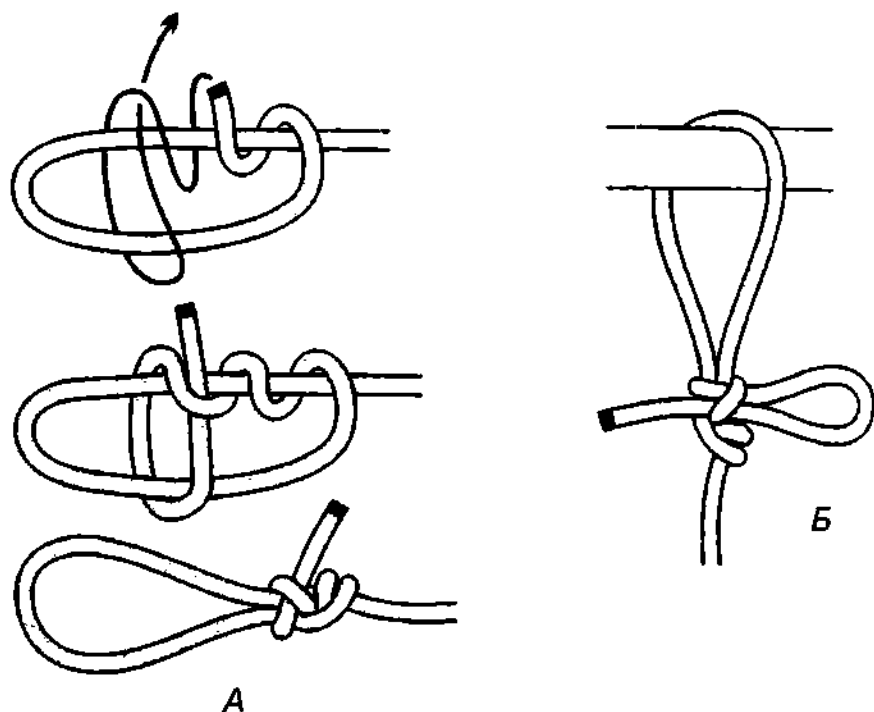

Рис. 400. А – регулируемый захват; Б – быстроразвязывающийся регулируемый захват.
**Регулируемый захват** способен выдержать, не затягиваясь (не изменяя размер петли), значительную нагрузку (рис. 400 А). Размер петли очень легко изменяется, если узел сдвинуть рукой. После завязывания узел необходимо хорошенько затянуть. **Регулируемый захват** лучше всего держит на мягкой верёвке. Для быстрого развязывания, **регулируемый захват** можно связать с петелькой (рис. 400 Б).